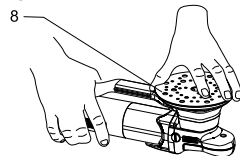

Fig. 2
3. ruotare leggermente il platorello (8) fino al corretto posizionamento (fig. 2);